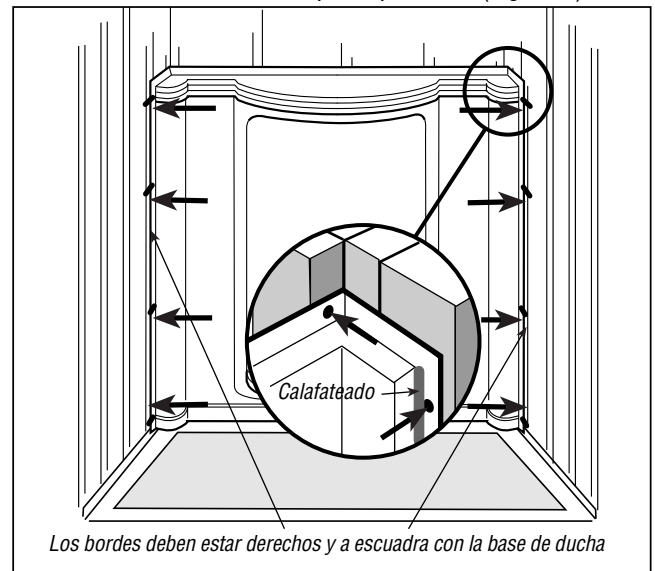

Figura 4
- 2** Coloque los tres paneles de la forma en que irán en el hueco. **Nota:** Cuando estén en posición contra las vigas de la pared, las alas de sujeción del panel posterior deben estar alineadas y a escuadra con la base de ducha (Figura 4). Las alas de fijación horizontales estarán ubicadas en la parte superior de los tres paneles. Decida cual de los paneles laterales necesitará cortar para las cañerías. Ubique, marque y corte cuidadosamente los agujeros usando una sierra para agujeros del tamaño adecuado.
- 5** Marque y perforo un agujero de 3/16" en el centro del ala de fijación en la parte superior del panel en el centro de cada viga (Figura 4). **Verifique que el ala de sujeción vertical de cada lado esté derecha y a escuadra con la base (puede necesitar torcer el ala de sujeción con la mano para enderezarla).** También perforo cuatro agujeros de 3/16" espaciados parejamente en el ala de fijación frontal de cada lado. Martille clavos galvanizados de 3/4" para techo en las vigas de la pared a través de cada agujero para fijar los paneles de la pared. Coloque una capa de calafateado látex/acrílico a lo largo de cada borde vertical del panel posterior (Figura 4).